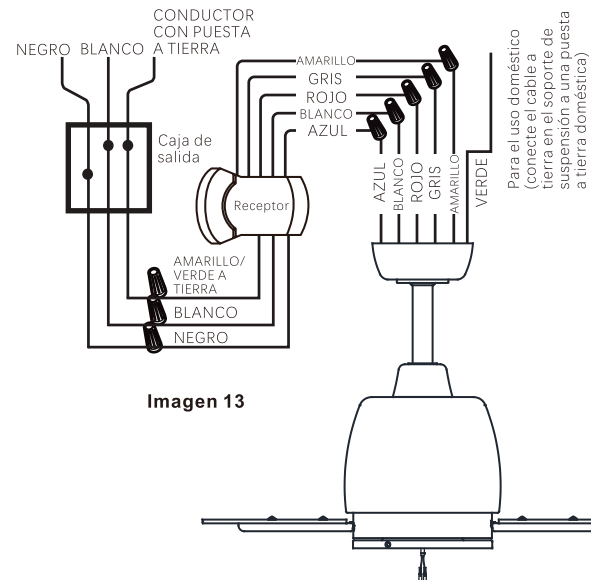

Imagen 13
Realice cada una de las conexiones de cableado ilustradas en la Imagen 13. Asegure cada una de las tuercas para cable incluidas.
Paso 1. Conecte el cable azul desde el (motor) del ventilador al cable azul del receptor. Cable blanco desde el (motor) del ventilador al cable blanco del receptor. Cable rojo desde el (motor) del ventilador al cable rojo del receptor. Cable gris desde el (motor) del ventilador al cable gris del receptor. Cable amarillo desde el (motor) del ventilador al cable amarillo del receptor. (Imagen 13)
Paso 1. El cable negro del receptor (CA EN L) conecta el cable negro (CALIENTE) de la caja de salida del techo (Imagen 13).